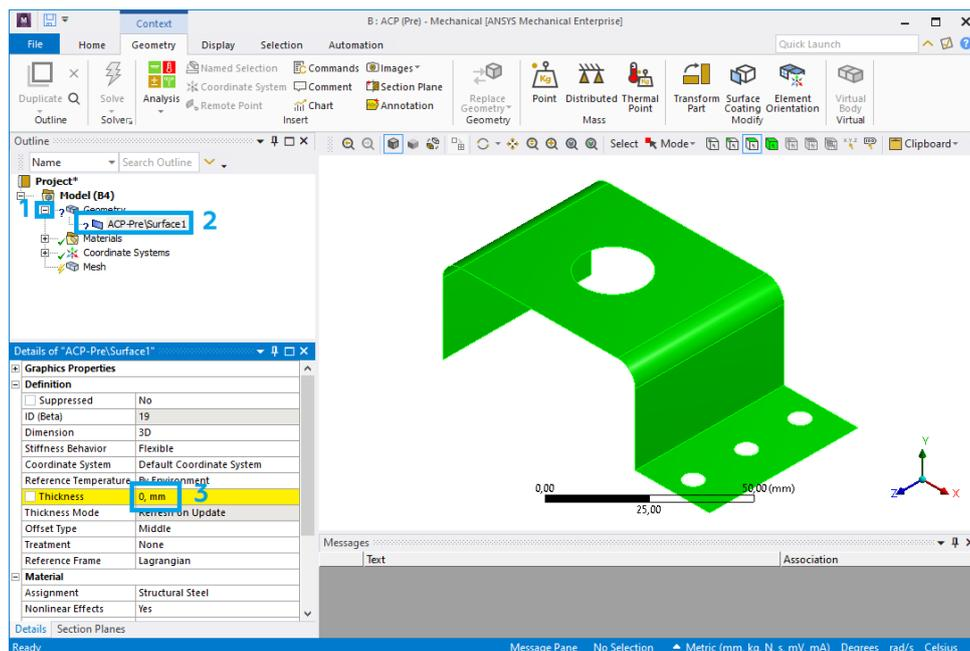

Рис. 14. Задание толщины оболочки
12.2. В открывшемся окне раскрываем вкладку Geometry (1), выделяем геометрию (2) и задаём толщину (3) 0,5 мм (рис. 14).